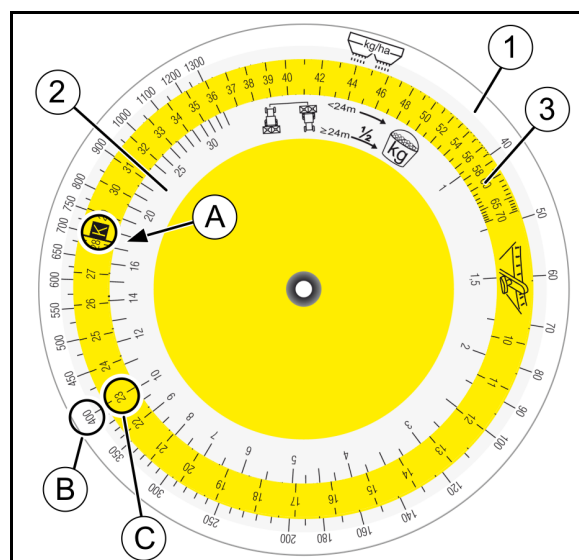

Fig. 62
7. Tomar el disco de cálculo para el dispositivo de giro. En la escala (Fig. 62/2) de dosis empleada [kg], buscar la cifra **17,5** (A) y hacerla coincidir con la posición **K** (B) de la escala de colores (Fig. 62/3).
8. Buscar en la escala de dosis de aplicación la dosis deseada (400 kg/ha) (C) (Fig. 62/1) y determinar la posición apropiada de la corredera (Posición **23** (D)).